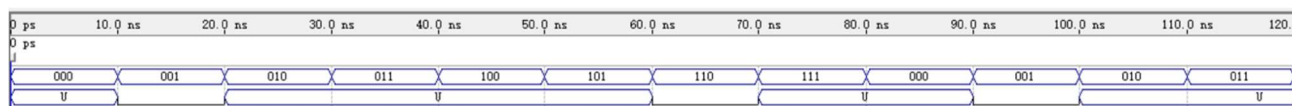

图 2 用 Quartus II 进行的波形时序仿真-1
② 在 Quartus II 中创建文件夹与工程文件，创建一个图形文件，选用 74LS151 设计函数的逻辑电路图并画出，如图 2；